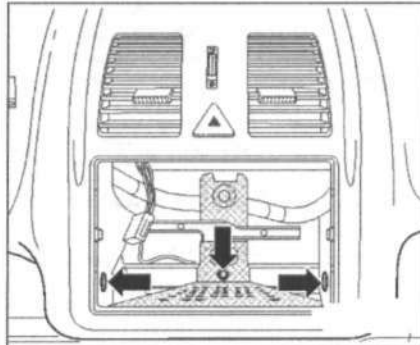

Рис. 13.65. Выкрутите три винта (стрелки) и снимите центральный дефлектор.
18. Выкрутите три винта (стрелки) и снимите центральный дефлектор (рис. 13.65). Отсоедините разъем проводки от выключателя аварийной световой сигнализации.